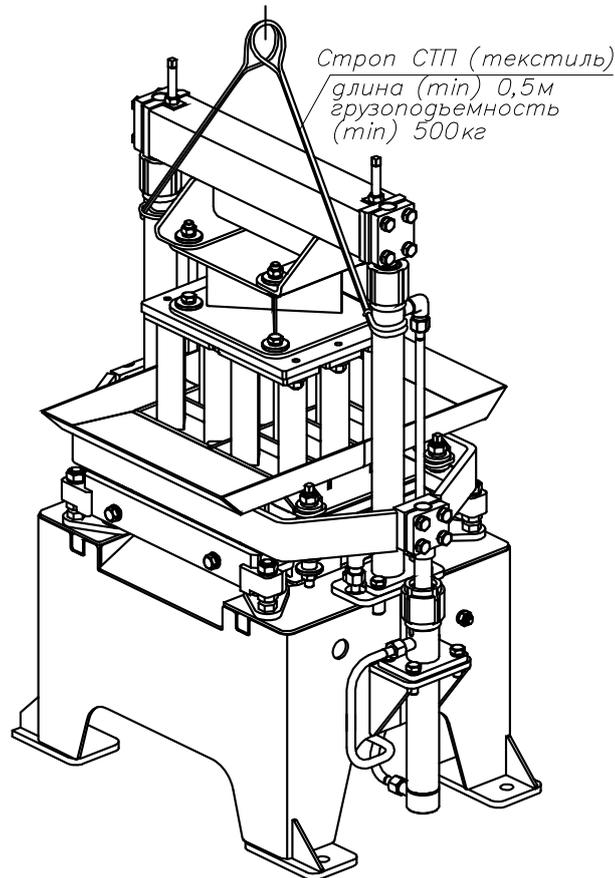

Рис. 15. Схема строповки вибропресса.
3.11. Схема строповки вибропресса показана на рис. 15.